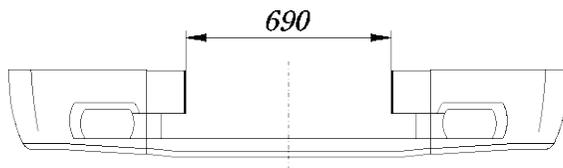

Рис.1. Схема доработки облицовки бампера
4. Вырезать в средней части облицовки окно (см. рис.1)